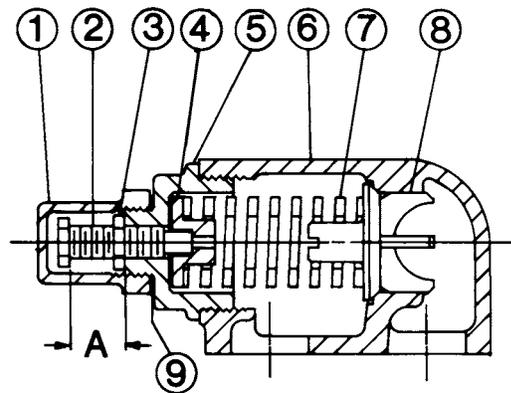

FIGURA 11
2. Mida y registre la extensión del tornillo de ajuste. **Consulte "A" en la Figura 11.**